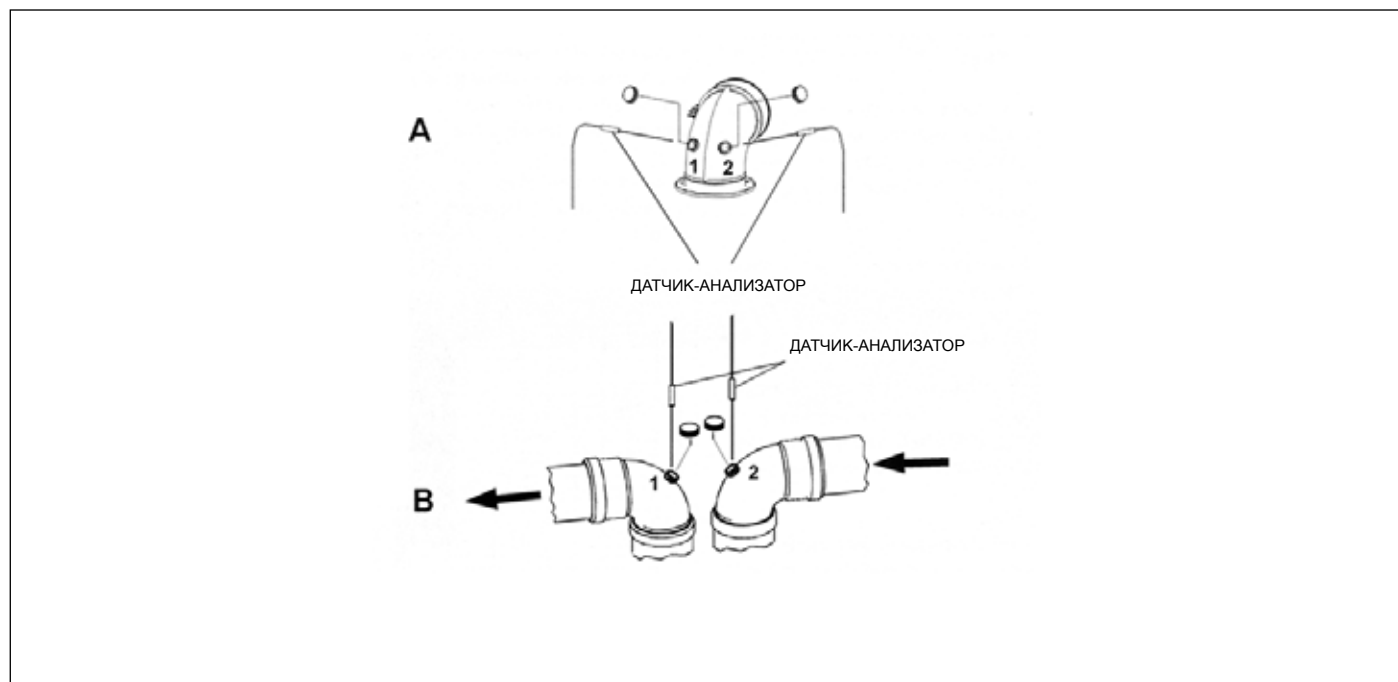

Рис. 14 Примеры мест для контроля дымовых газов
- измерить температуру воздуха для горения через отверстие 1 (см. см. (А) Рис. 14 Примеры мест для контроля дымовых газов для котлов с герметичной камерой сгорания, укомплектованных трубами со специальными отверстиями).
- измерить температуру дымовых газов и содержание CO2 через отверстие 2 (см. см. (А) Рис. 14 Примеры мест для контроля дымовых газов для котлов с герметичной камерой сгорания, укомплектованных трубами со специальными отверстиями).
- измерить температуру воздуха для горения через отверстие 2 (см. см. (В) Рис. 14 Примеры мест для контроля дымовых газов для котлов с герметичной камерой сгорания, укомплектованных трубами со специальными отверстиями).
- измерить температуру дымовых газов и содержание CO2 через отверстие 1 (см. см. (В) Рис. 14 Примеры мест для контроля дымовых газов для котлов с герметичной камерой сгорания, укомплектованных трубами со специальными отверстиями).